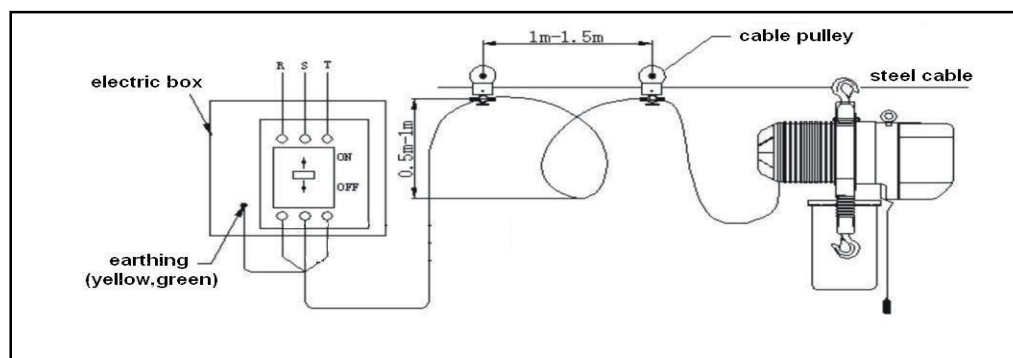

Рисунок 5.
- Подключите питание и нажмите кнопку включателя (осуществляется специалистом) (рисунок 5).